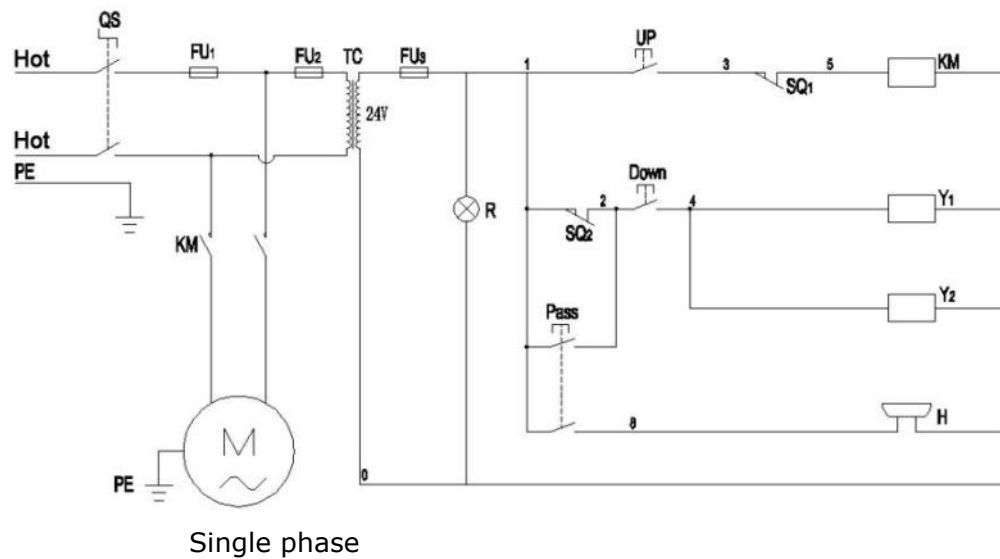

Fig. 16
1.2 Circuit Diagram (See Fig. 16).